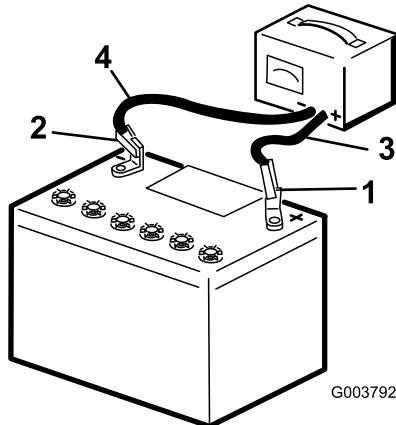

Figure 38
2. Chargez la batterie pendant 4 à 8 heures à un régime de 3 à 4 A (Figure 38). Ne chargez pas la batterie excessivement.
3. Quand la batterie est chargée au maximum, débranchez le chargeur de la prise, puis débranchez les fils du chargeur des bornes de la batterie (Figure 38).